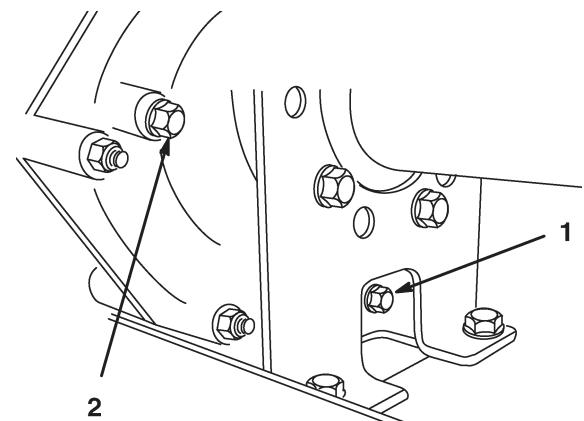
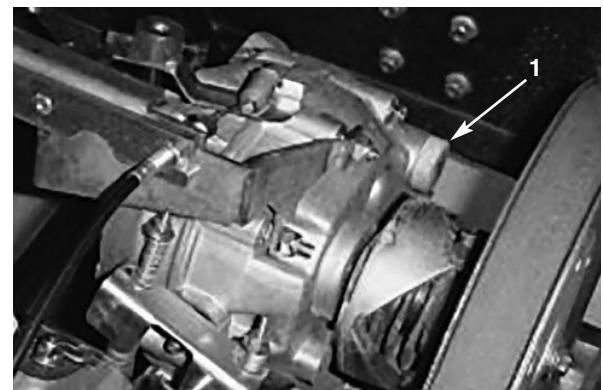

Bild 30
Bild 31
- Füllen Sie den Behälter (Bild 31) mit ca. 1,4 l SAE 10W30 Motoröl oder bis sich der Ölstand an der Unterseite der Prüföffnung befindet (Bild 30).
- Entfernen Sie die Verschlusschraube aus der rechten Seite des Reservoirs (Bild 30) und lassen die Flüssigkeit in ein Auffanggefäß ablaufen. Schrauben Sie die Verschlusschraube wieder fest ein, wenn keine Flüssigkeit mehr ausströmt.